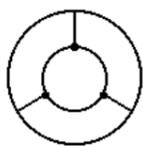

Рис. 1.2
2. На рис.1.2 дана структурная схема некоторой цепи (ветви изображены линиями, узлы – точками). Определите для нее число взаимно независимых уравнений, которые можно составить по первому и второму законам Кирхгофа.